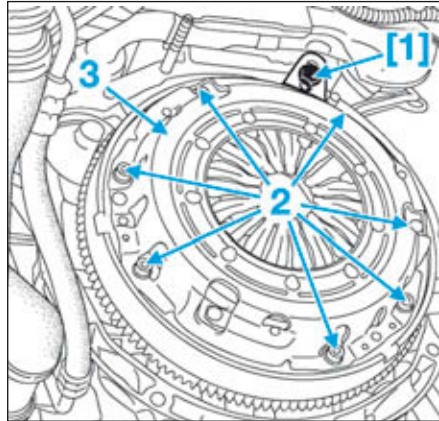

FIG.2
- Mettre en place l'outil d'immobilisation du volant moteur [1] (Fig.2).
- Déposer les vis de mécanisme (2) d'embrayage.
- Déposer le mécanisme (3).